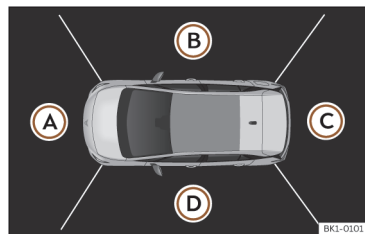

Fig. 137 Visualização do sistema de visão periférica: perspetiva aérea.
Pode-se escolher entre quatro vistas diferentes >>> **Fig. 137:**
Combinando as imagens de todas as câmaras, gera-se a perspetiva aérea  >>> **Fig. 137.** A perspetiva aérea pode-se seleccionar pressionando sobre o veículo dentro da zona.
>>> **Fig. 137** (A) a (D) da perspetiva aérea ou da perspetiva aérea reduzida, é possível seleccionar e fixar a vista correspondente, a qual será realçada a cor de laranja.